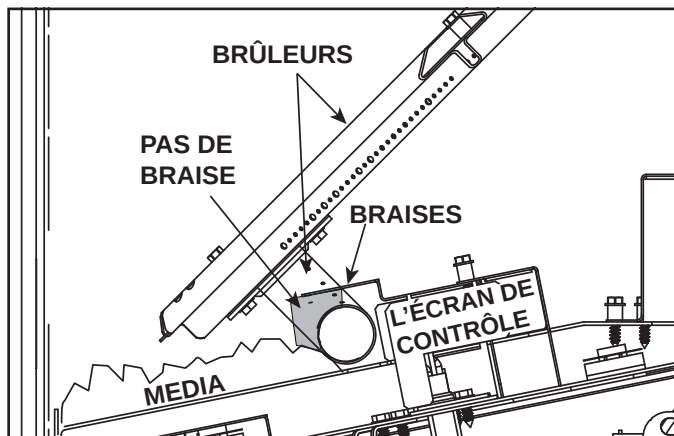

Figure 19 Braises interdites - Vue latérale
- Les braises ne sont pas autorisées dans la zone grise indiquée sur la figure 19. Le non-respect de cette procédure peut entraîner des problèmes d'allumage.